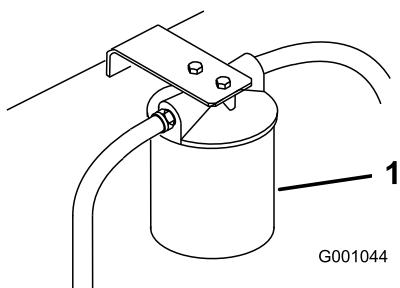

Figura 76
3. Coloque un recipiente bajo el filtro, retire el filtro usado y límpie con un paño la superficie de la junta del adaptador del filtro (Figura 76).